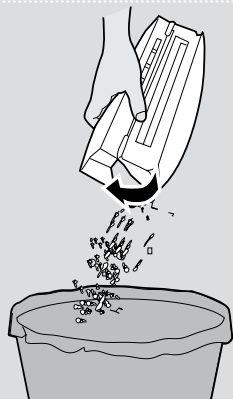

Fig. 18
2. Houd de stofcontainer boven een stofbak. **[Fig. 18]**